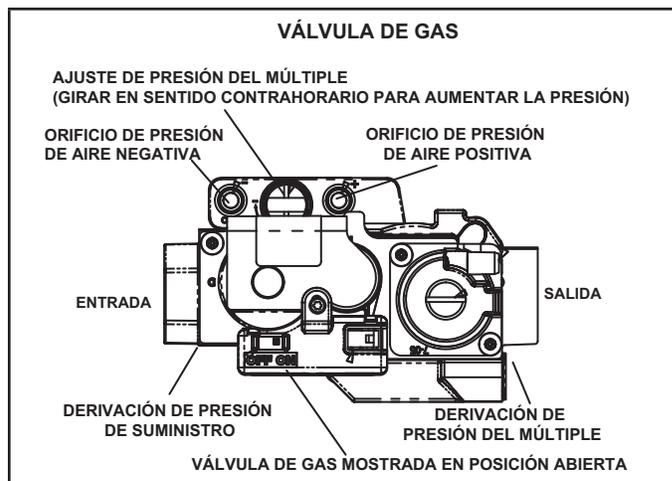

FIGURA 25
Operación de la válvula de gas (FIGURA 25)
- 6 - Mueva el interruptor en la válvula de gas a APAGADO. No lo fuerce. Ver la FIGURA 25.
- 8 - Mueva el interruptor en la válvula de gas a la posición ON (encendido). No lo fuerce. Ver la FIGURA 25.